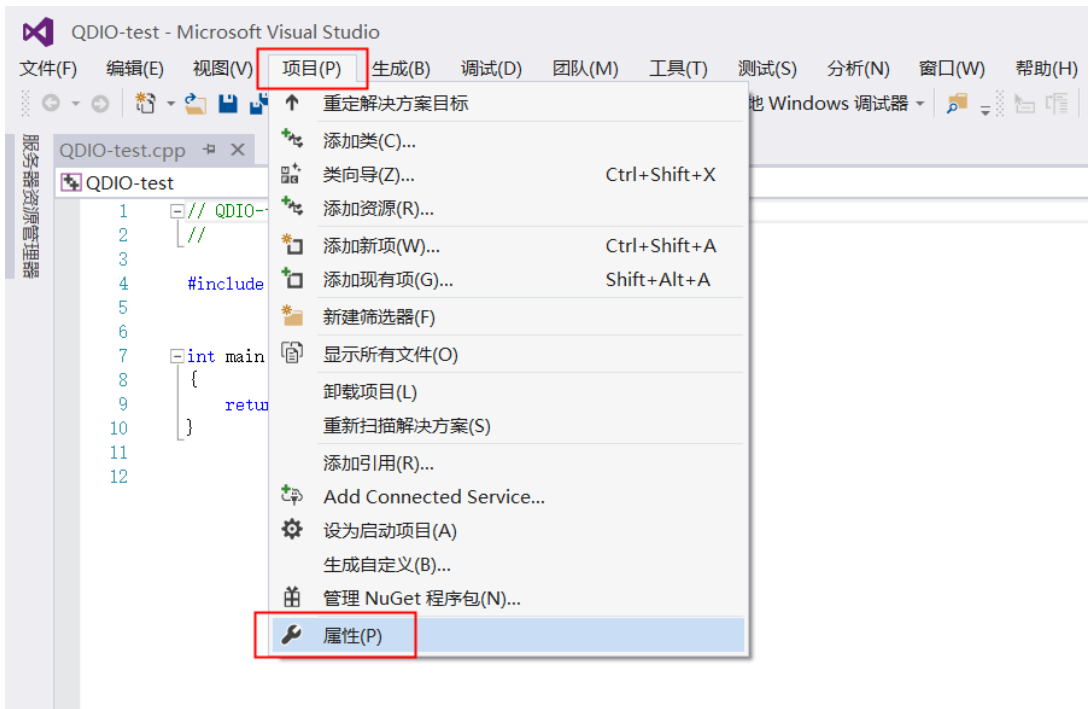

图 4-16 添加包含文件路径
1. 选择<项目>，在下拉菜单中点击<属性>，如图 4-16 所示。